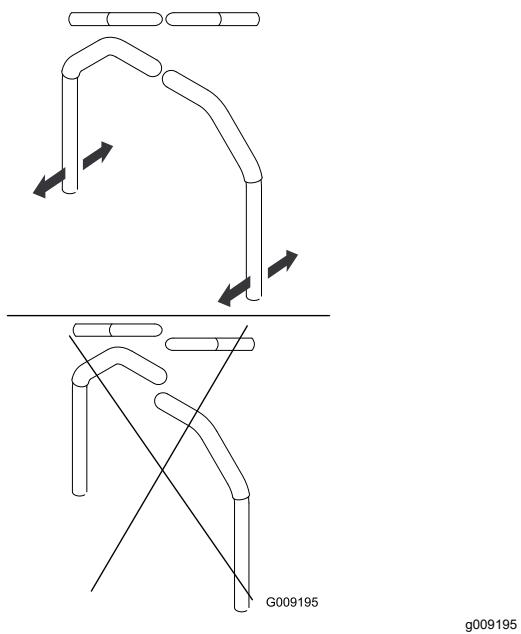

Figura 80
4. Alinee las palancas en el sentido adelante/atrás acercándolas a la posición de PUNTO MUERTO, y moviéndolas hasta que estén alineadas; luego apriete los pernos (Figura 80).